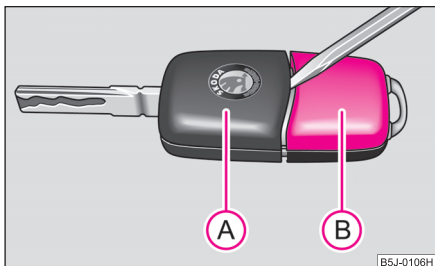

Fig. 18 Desfacerea cheii cu telecomandă
Fiecare cheie cu semnal are în componență o baterie, care se găsește în capacul (B) al carcasei emițătorului ⇒ fig. 18. Vă recomandăm să vă adresați unei unități service Škoda pentru înlocuirea bateriei cheii. Dacă doriți totuși să înlocuiți singur bateria, procedați în felul următor:
- Desprindeți cheia (A) ⇒ fig. 18 cu ajutorul unei șurubelnițe de carcasa (B).